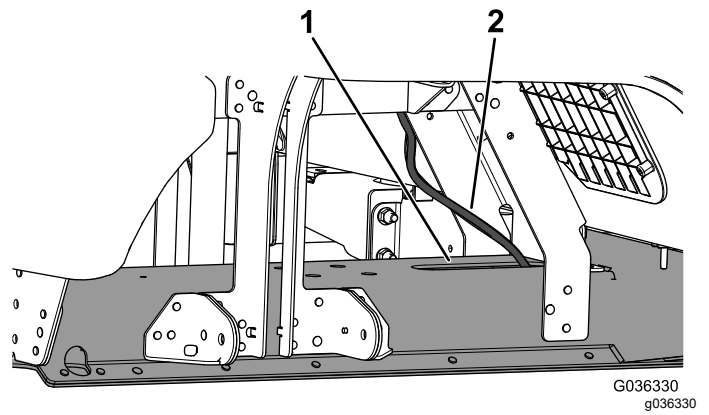

Bild 7
5. Verlegen Sie den Schlauch vom Kit durch die Öffnung oben am Rahmenkanal (Bild 7).